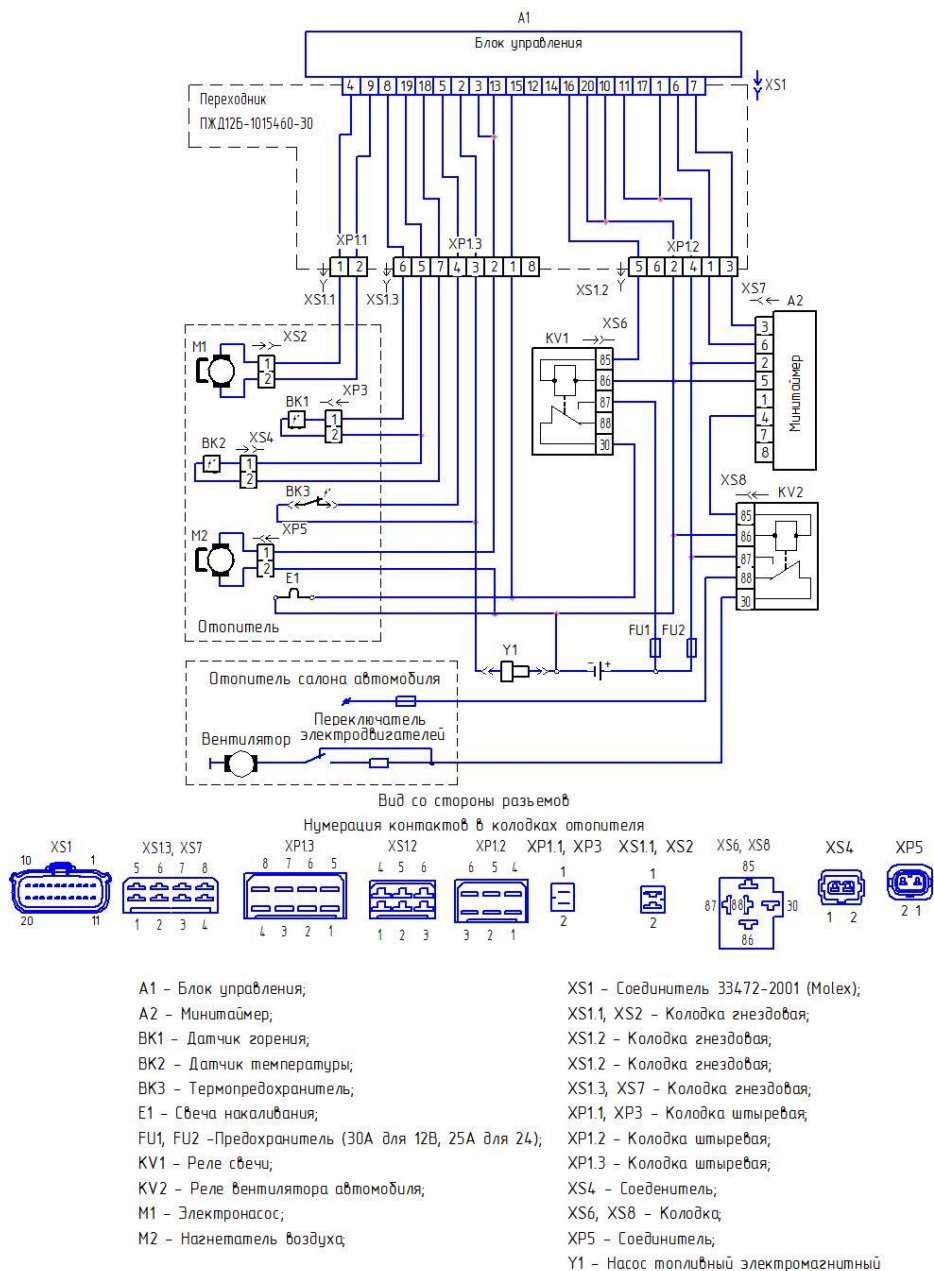

Рисунок 6 – Схема электрическая принципиальная
- затем для удаления воздуха из отопителя подвести "плюс" к контакту 2 колодки ХР1.1 блока управления А1 (рисунок 6) для подачи напряжения питания на жидкостный насос отопителя, при необходимости долить охлаждающую жидкость.